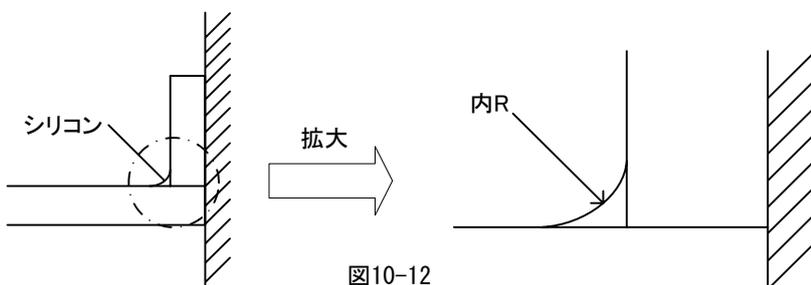

図10-12
- ④瞬間接着剤が硬化するまで強く押えてください。
- ⑤バックガードとカウンター取付面の間からはみ出したシリコンをきれいにふき取り、再度シリコンでコーキングしてください。(図10-12)